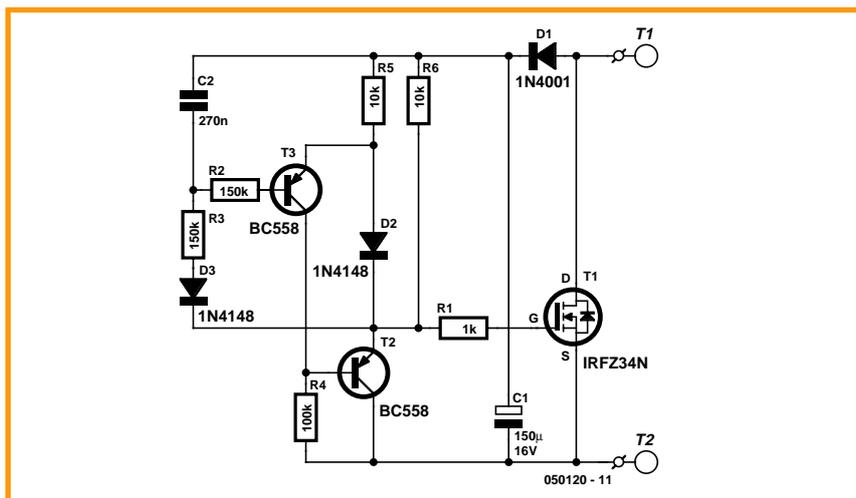

Figure 1. Le circuit est conçu de manière à ce que l'on ait une sorte de bootstrapping lors de la commande de la grille.
Le coeur de notre circuit est un FET-MOS à canal-N de puissance capable de supporter des courants allant jusqu'à 26 A (**figure 1**).
Au coeur de l'unité « failsafe » règne un microcontrôleur du type AT89C52 en boîtier PLCC. Un coup d'oeil au schéma de la **figure 1** montre que l'on se trouve en présence d'une application à base de microcontrôleur typique. L'aspect majeur de cette électronique est qu'elle est totalement transparente pour les signaux allant des 8 embases d'entrée (IN) aux 8 connecteurs de sortie (OUT) correspondants **tant qu'il n'y a pas de problème au niveau de la liaison radio et ainsi de suite ou de la batterie embarquée.**